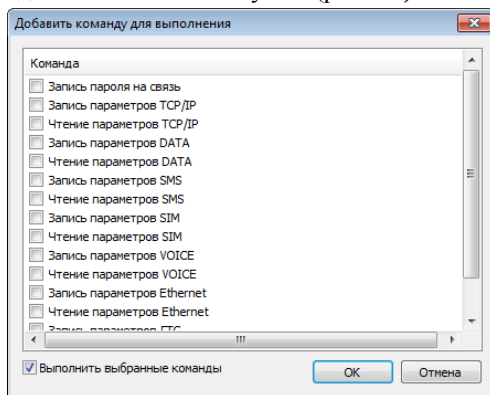

Рис. 19. Команды для записи/чтения параметров устройства
В открывшемся окне *Добавить команду для выполнения* отметьте флагами необходимые команды и нажмите кнопку *ОК* (рис. 19).
- ✓ в открывшемся окне *Параметры* укажите имя объекта, номер телефона основной сети контроллера и задайте пароль на связь (рис. 19);